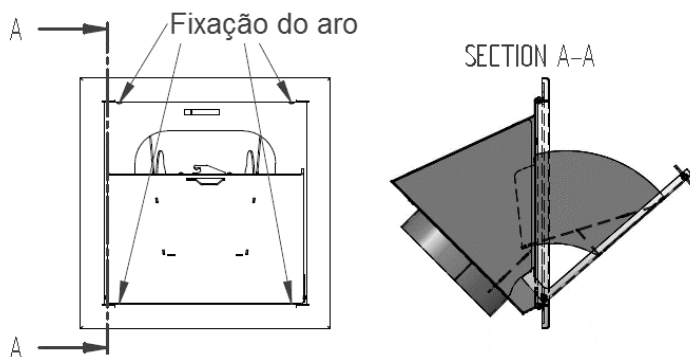

Figura 19 – Instalação equipamento
5. Ao abrir a tampa, as partes interiores são posicionadas para facilitar a carga de *pellets*. Por este motivo, é muito importante que a boca de carga esteja sempre colocada na posição mostrada na Figura 19.